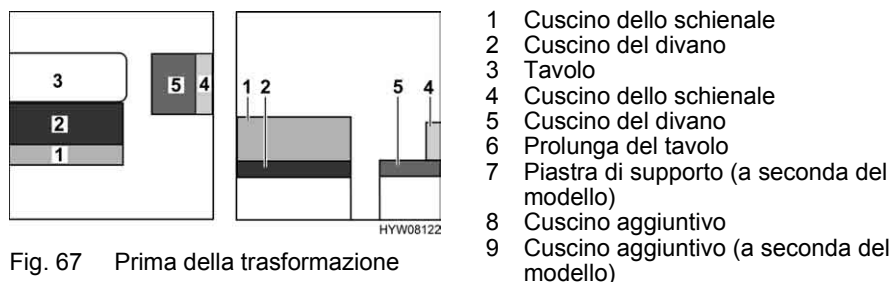

Fig. 67 Prima della trasformazione
- Allungare il tavolo (Fig. 67,3) e trasformare il tavolo sospeso allungato in struttura di supporto letto (vedi paragrafo 6.8).
- Tirare il cuscino del divano del sedile (Fig. 67,2) in avanti.
- Tirare il cuscino del sedile singolo longitudinale (Fig. 67,5) in avanti sul tavolo.